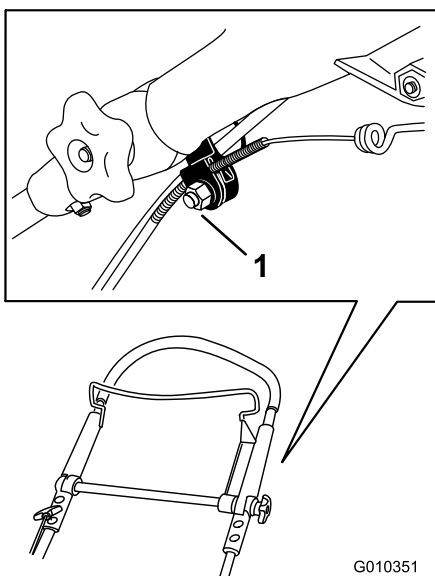

Bild 22
1. Lockern Sie die Mutter an der Kabelhalterung (**Bild 22**).